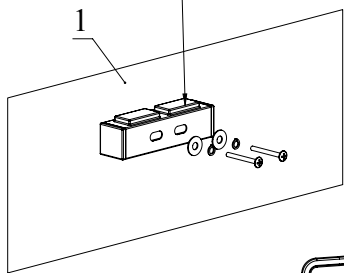

Рис.4
6. Прикрутите полки МР-6-112 к деталям 1, 2, 7, 8 винтами М6x40 (винт М6+шайба гровер М6+шайба увеличенная М6). Затягивать необходимо до тех пор, когда увеличенная шайба прогнётся и винт полностью упрётся. **Внимание:** резиновые амортизаторы на полках МР-6-112 должны находиться сверху (Рис.4).